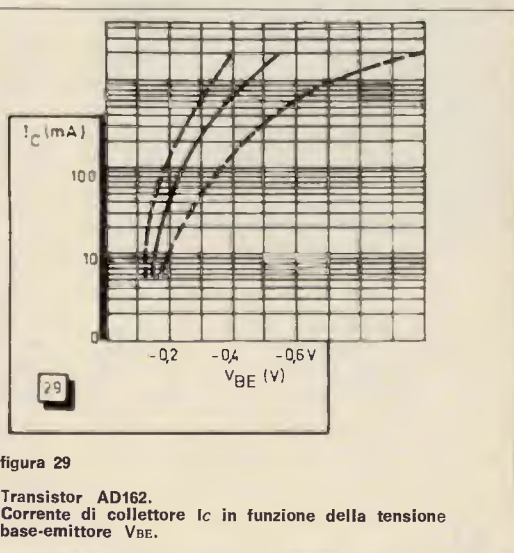

figura 29
con i valori di ΔV_{BE4} rilevati dal grafico di figura 29. Due semplificazioni sono state ammesse formulando le relazioni (20) e (21). In primo luogo, si è trascurata la corrente di riposo (20 mA) rispetto a quella del segnale (1 A). Da ciò potrebbe derivarne un errore solo nel caso si lavori con corrente di riposo nettamente superiore. Inoltre, non si è tenuto conto del fatto che R_L (figure 26 e 27) non è percorsa solo da I_{C3} e I_{C4} , ma anche da una corrente negativa di valore I_{R3} .